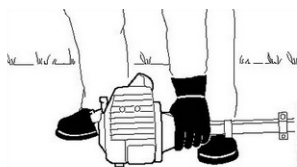

рис. 26
2. Установите Щётку на сухую ровную поверхность, и запустите двигатель (рис.26).